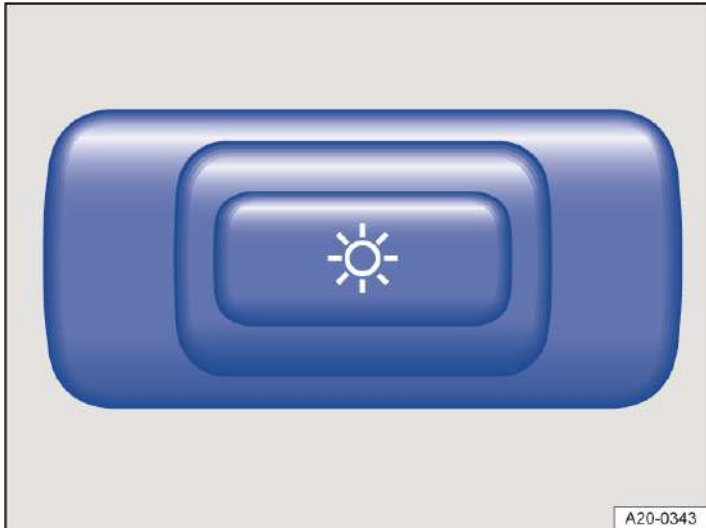

Abb. 1 Im Laderaum links: Taster für Leuchten in der Heckklappe.
- Taster → Abb. 1 drücken. Die Innenleuchten werden eingeschaltet oder ausgeschaltet.